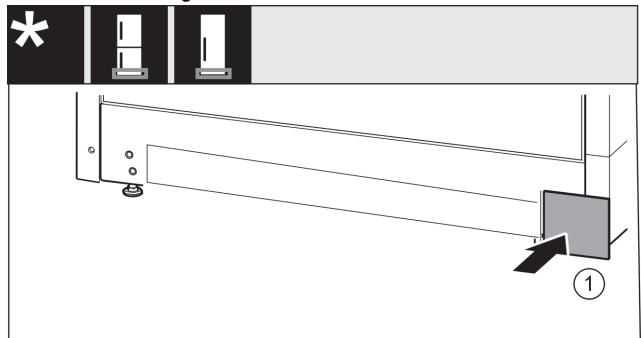

Fig. 17
- ▶ Sätt på täckplattan på den andra sidan igen. *Fig. 17 (1)*